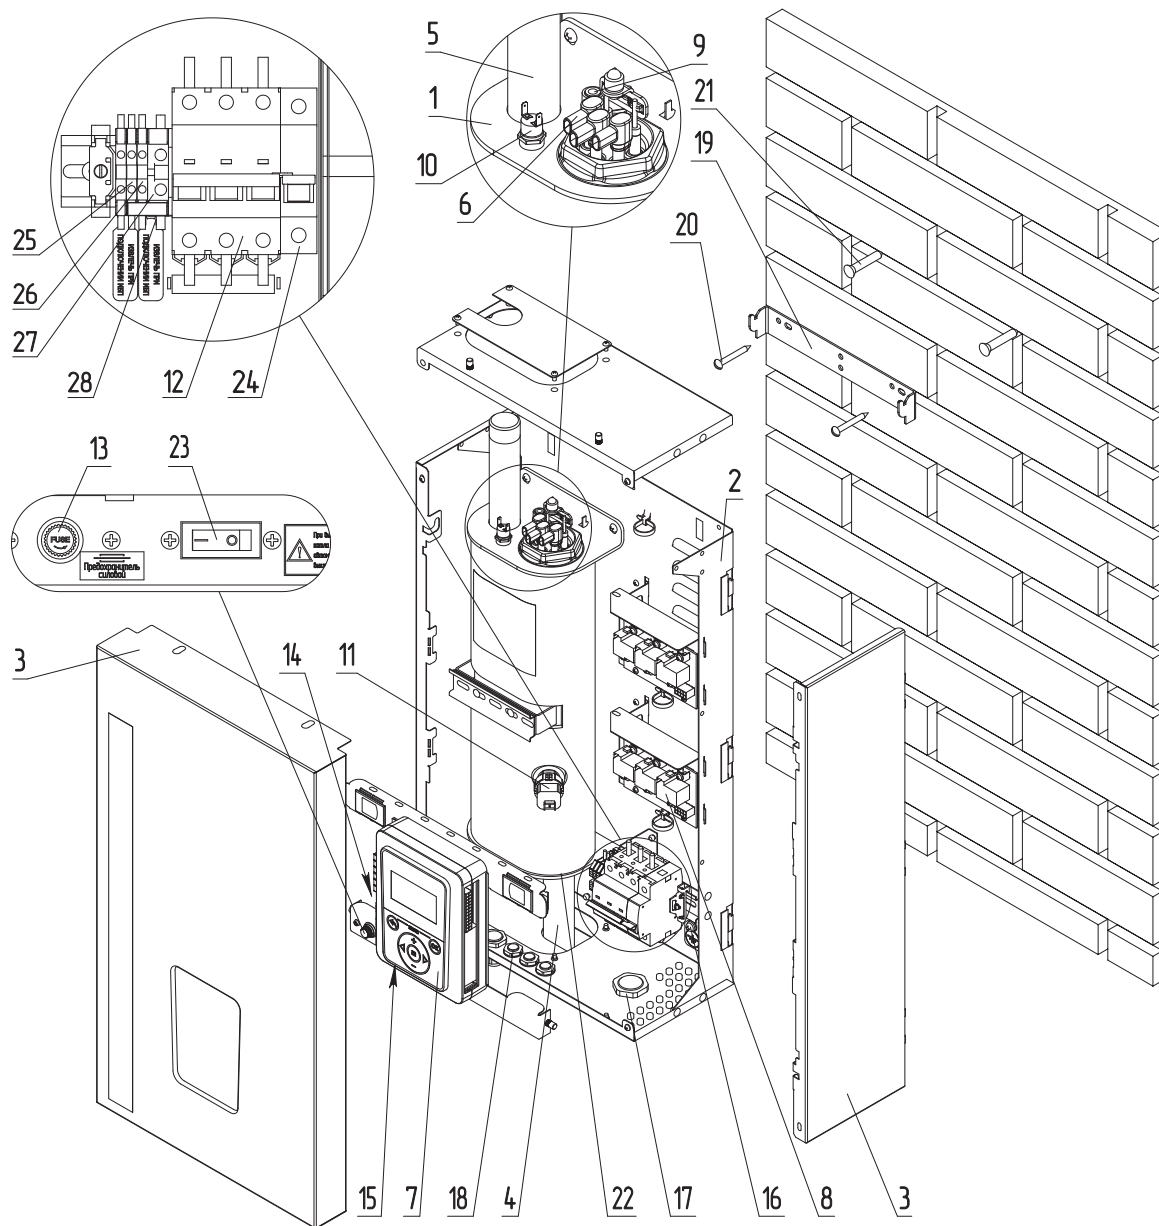
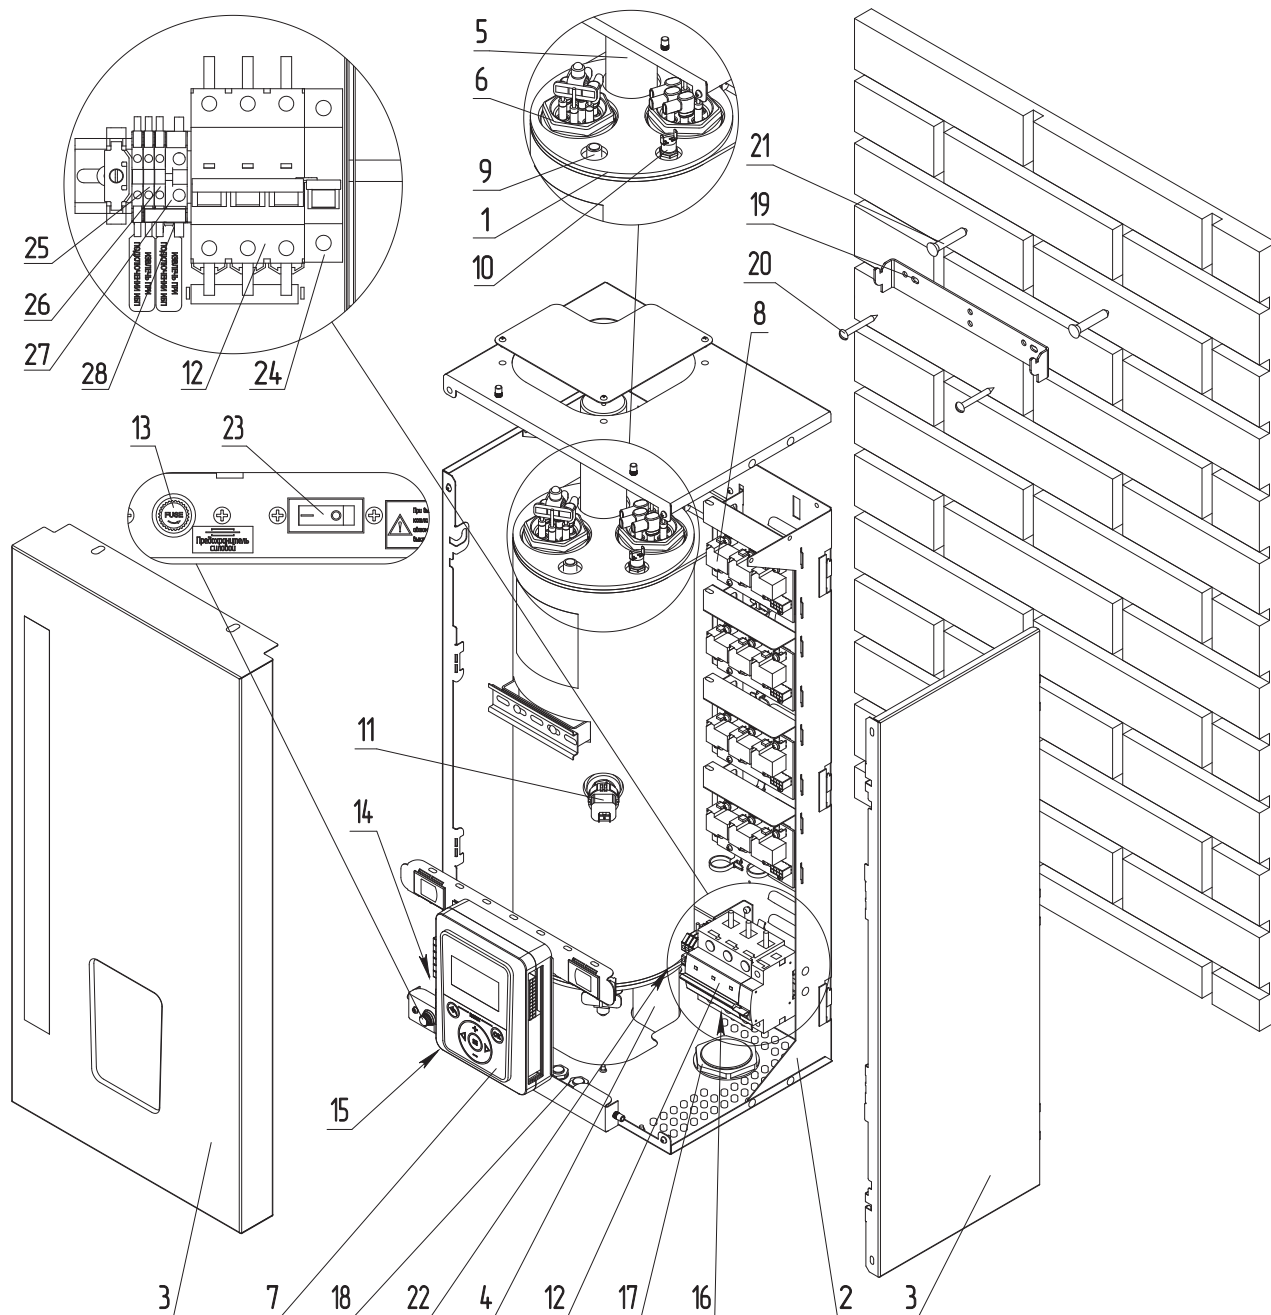

Рис. 1 Устройство электрического котла ZOTA LUX-X 4,5-24 кВт
Рис. 2 Устройство электрического котла ZOTA LUX-X 30-48 кВт
Закрепите настенный кронштейн на вертикальной поверхности в необходимом месте с помощью шурупов, входящих в комплект, и установите на него котел, как показано на **Рис. 1, Рис. 2, Рис. 3.**
- Присоединить рабочий нулевой провод на клемму нейтраль (N) котла;
- Защитный нулевой провод (PE) подключить на болт «ЗАЗЕМЛЕНИЕ» (**Рис. 1, Рис. 2, Рис. 3, поз. 16**);
- Включить вводной автомат (Рис. 1, Рис. 2, Рис. 3, поз. 12) вместе с дистанционным расцепителем в верхнее положение;
- Перевести выключатель (Рис. 1, Рис. 2, Рис. 3, поз. 23) в положение ВКЛ;